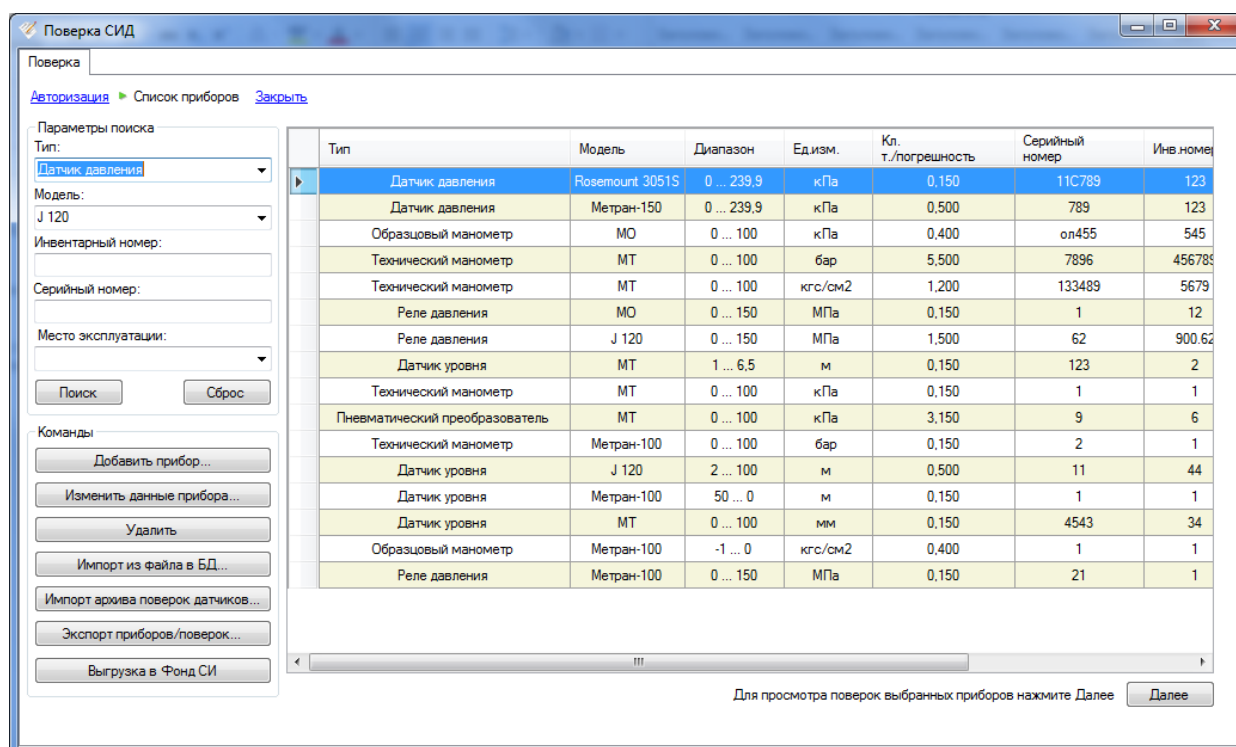

Рисунок 4.23 – Выбор устройств для поверки
На данном этапе программа отображает сохраненный в БД список приборов (см. Рисунок 4.23).
- выбрать в таблице «Список приборов» интересующий прибор (см. Рисунок 4.23);